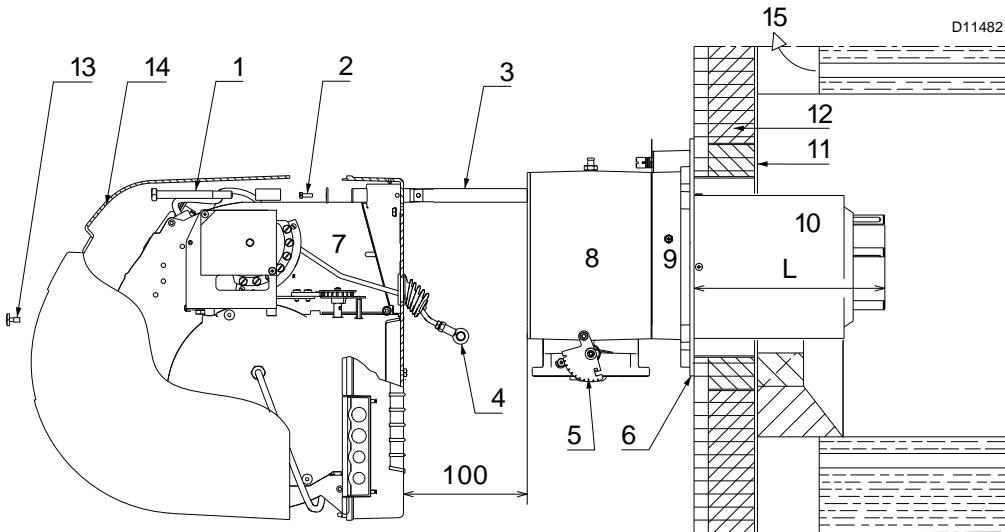
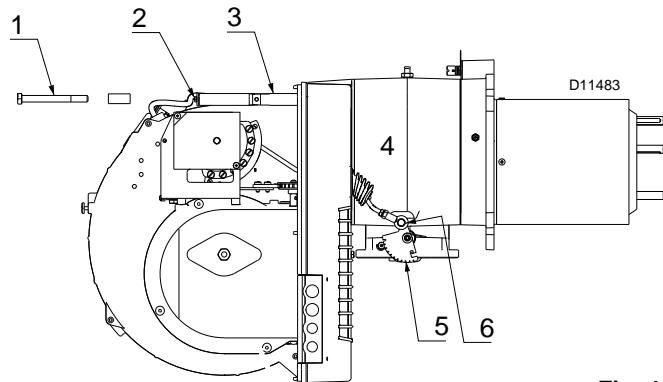

Fig. 10
Fig. 15
Separar luego el cabezal de combustión del resto del quemador, (Fig. 10).
Para calderas con paso de humos delantero 1)(Fig. 10) o con cámara de inversión de llama, colocar una protección de material refractario 5) entre el refractario de la caldera 2) y el tubo llama 4). Esta protección debe permitir el desplazamiento del tubo llama. En calderas con frontal refrigerado por agua, no es necesario el revestimiento refractario 2)-5)(Fig. 10), salvo que lo indique el fabricante de la caldera.
- Fijar la brida 9) (Fig. 10) a la placa de la caldera, intercalando la junta aislante 6) (Fig. 10) suministrada en dotación.
Terminada la regulación del cabezal, volver a montar el quemador en las guías 3)(Fig. 15) aproximadamente a 100 mm del manguito 4) - quemador en la posición ilustrada en la Fig. 10 en la pág. 14
- Introducir el cable de la sonda y el cable del electrodo y deslizar el quemador hasta el manguito quemador en la posición indicada en la (Fig. 15).